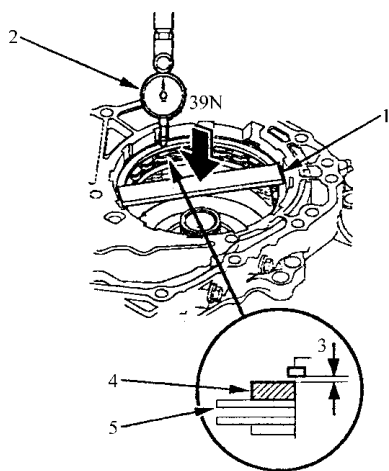

图 5-128 测量倒档制动器底板与顶盘之间间隙
17) 如图 5-128 所示，使用测力计，用 39N 的力下压钢板，读取百分表的数值，百分表数值为倒档制动器底板与顶盘之间的间隙。至少测量三个位置，取平均值作为实际间隙。标准值应为：0.55 ~ 0.70mm。